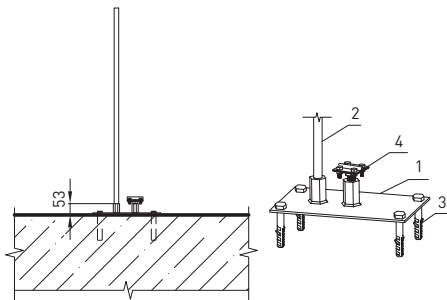

Рис. 3 – Схема установки молниеприемника с использованием мини-подставки
5.4.1 Установка на плоской кровле молниеприёмника высотой 1–4 м с использованием мини-подставки (Рисунок 3, Таблица 2)